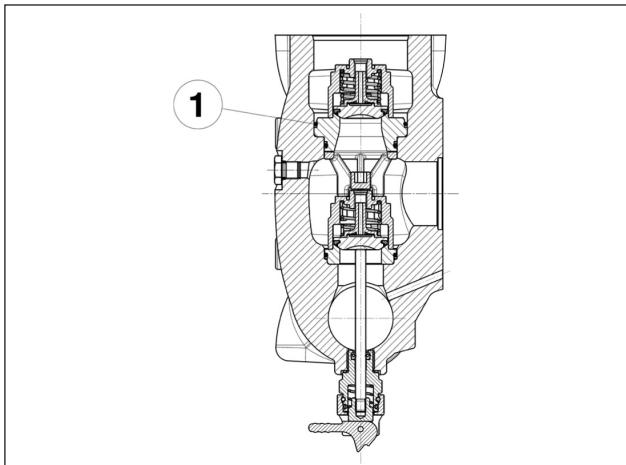

Fig. 128
**Introducir con atención la junta tórica indicada en la pos. ①, Fig. 128.